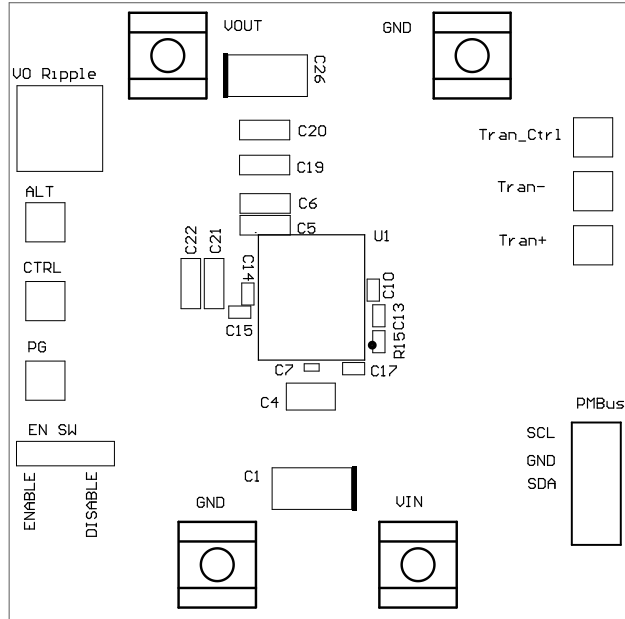

Figure 1-Top Silk Layer
4. 電源をつけてください。ボードは自動的に起動します。(図 1 - Figure 1) Top Silk Layer